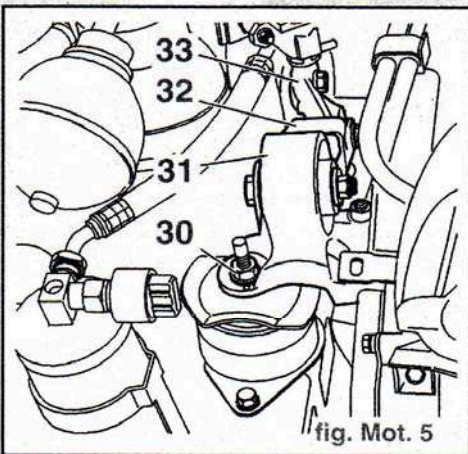

fig. Mot. 5
- l'écrou (30) (fig. Mot. 5)
- la biellette anticouple (32) et son support sur caisse (33)
- le support moteur (31)